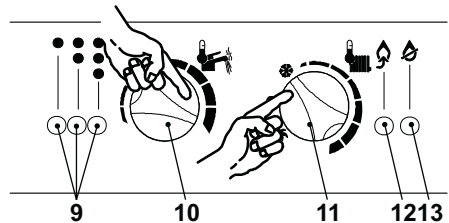

Fig. 7.3
- Colocar el conmutador de función 11 igual que en la Fig. 7.3.
- Colocar el mando para la regulación de la temperatura del agua sanitaria 10 en el máximo, Fig. 7.3.